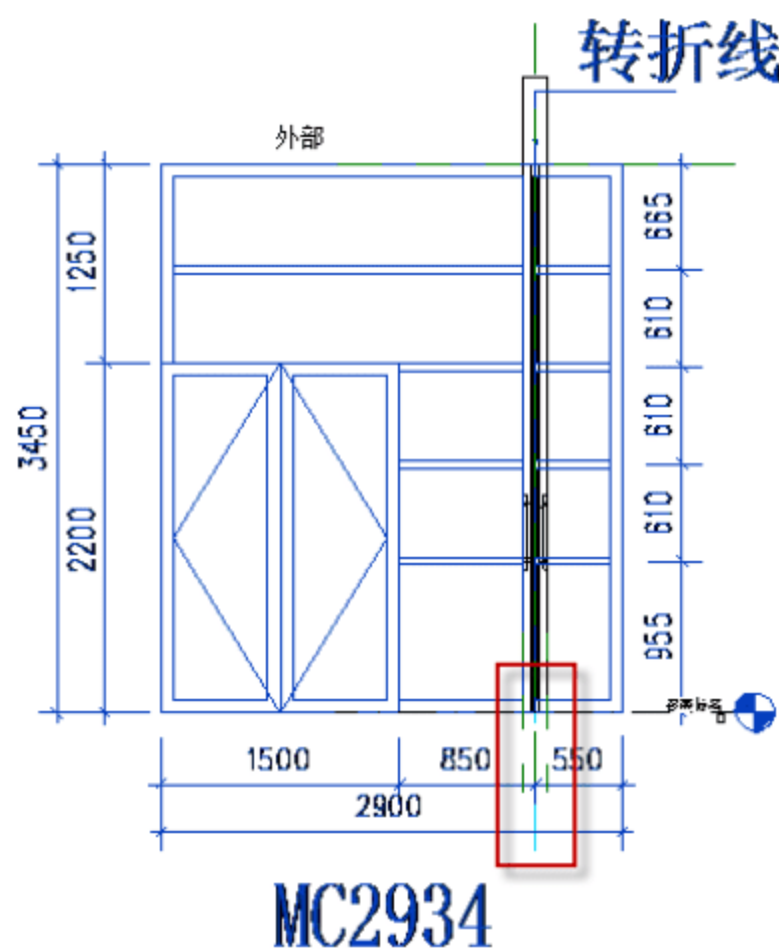

图 6.3.73 导入转角处 CAD 模板
(29) 绘制转角后的窗户。选择“项目浏览器”中的“立面(立面 1)”→“左”选项,可以进入 MC2934 的左立面视图,选择“插入”→“导入 CAD”命令,弹出“导入 CAD 格式”对话框,选择“MC2934.dwg”文件,将“导入单位”改为“毫米”,单击“打开”按钮。调整 CAD 图形,单击选定导入的“MC2934.dwg”CAD 图形,按快捷键 M+V,将“MC2934.dwg”的导入 CAD 图形移动至如图 6.3.73 所示位置。